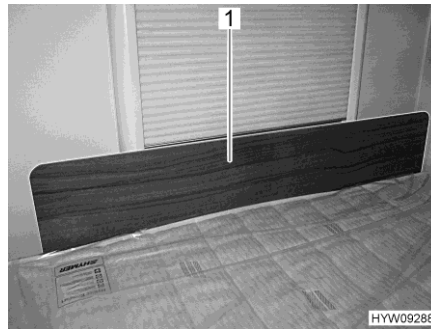

Bild 112 Schutzblende/Herausfallschutz
- Schutzblende (Bild 112,1) vor dem Fenster zwischen Matratze und Fensterrahmen stecken. Die Klemmwirkung der Matratze hält die Schutzblende in ihrer Position vor dem Fensterrahmen.